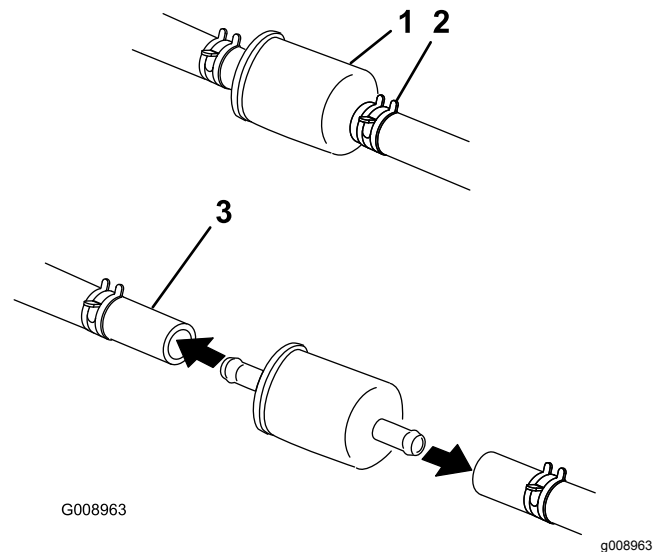

Figure 59
5. Remplacez le filtre à carburant (Figure 59).